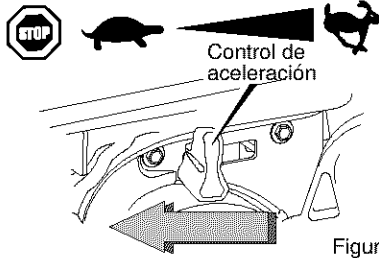

Figura 77
1. Para parar la marcha del motor, mueva la palanca de control de aceleración a la posición "LENTO", luego a la posición "PARAR" (vea la Figura 77).